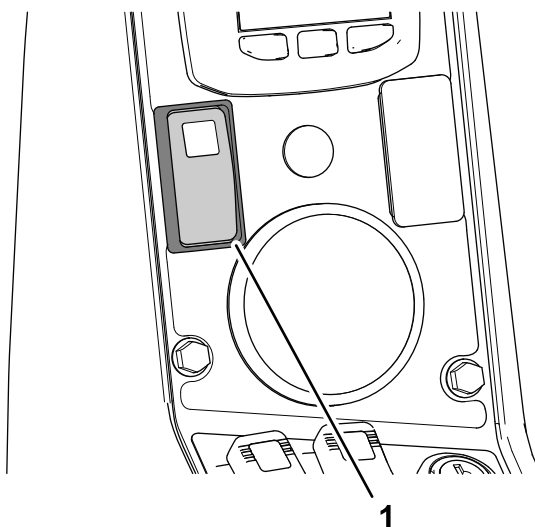

图 140
- 将加速器踏板踩至最大发动机转速油门全开设置机器的油门锁开关 图 140。